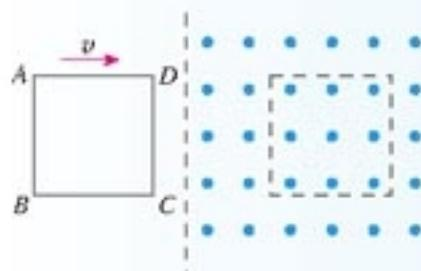

图4.5-6 单匝线圈在外力作用下匀速进入匀强磁场
(1) 运动的导线会产生感应电动势, 相当于电源。用电池等符号画出这个装置的等效电路图。
(2) 通过 R 的电流方向如何? 大小等于多少?
(3) 通过 MN 、 PQ 金属棒的电流各沿什么方向?
4. 如图4.5-6, 单匝线圈 $ABCD$ 在外力作用下以速度 v 向右匀速进入匀强磁场, 第二次又以速度 $2v$ 匀速进入同一匀强磁场。求: